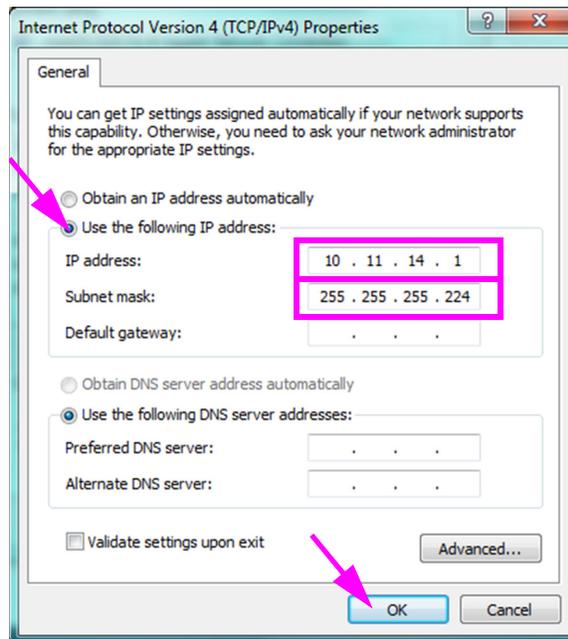

Figura 2-43. Schermata Internet Protocol Version 4 (TCP/IPv4) Properties [Proprietà protocollo Internet versione 4 (TCP/IPv4)]
9. In questa schermata, selezionare **Use the following IP address: (Utilizza il seguente indirizzo IP:)**. Vedere la Figura 2-43.